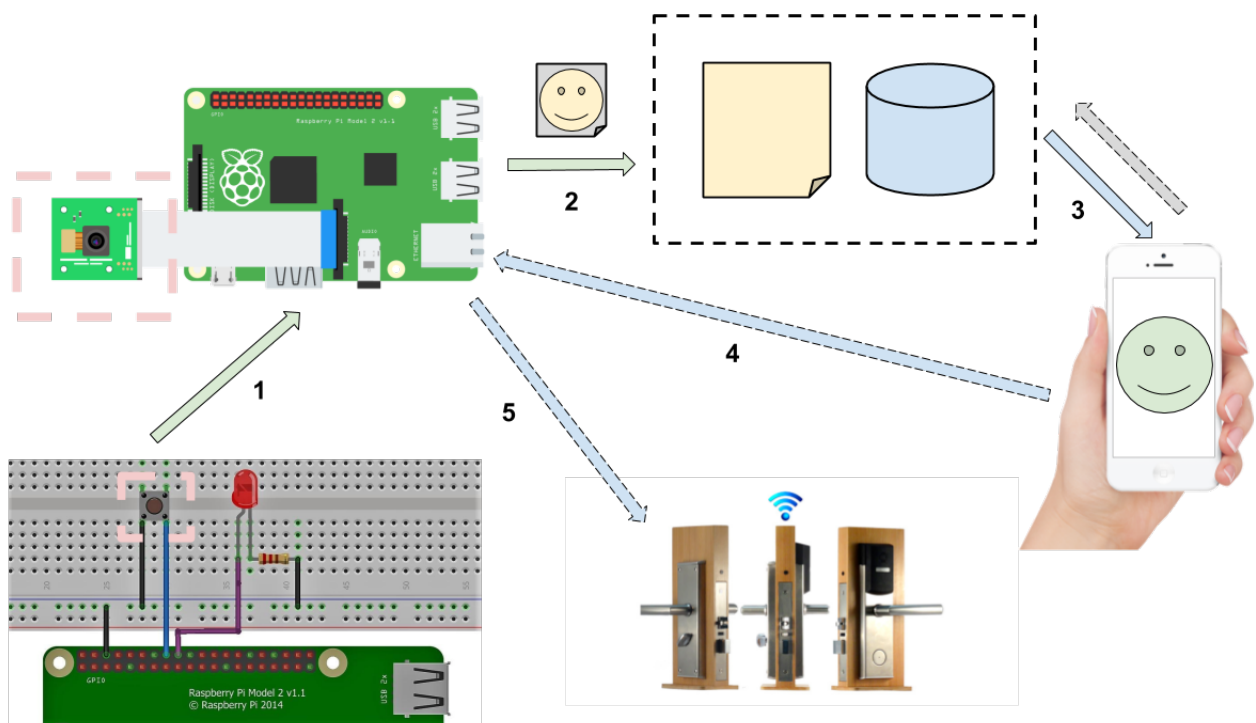

Figure 1: Общая схема работы
Когда гость подходит к входной двери и нажимает на ней кнопку звонка (1), срабатывает распознавание лица (2) и фотография человека вместе с информацией о нем отправляется напрямую на мобильное устройство хозяина дома (3). Далее хозяин решает звонный или нет гость стоит у него за дверью, нажимая соответствующую кнопку в приложении (4), и дверь в зависимости от этого решения открывается либо остается закрытой (5). Также владелец в любой момент может включить прямую трансляцию с камеры системы, тем самым наблюдая за входом в реальном времени. Общая схема работы системы представлена на *Figure 1*.